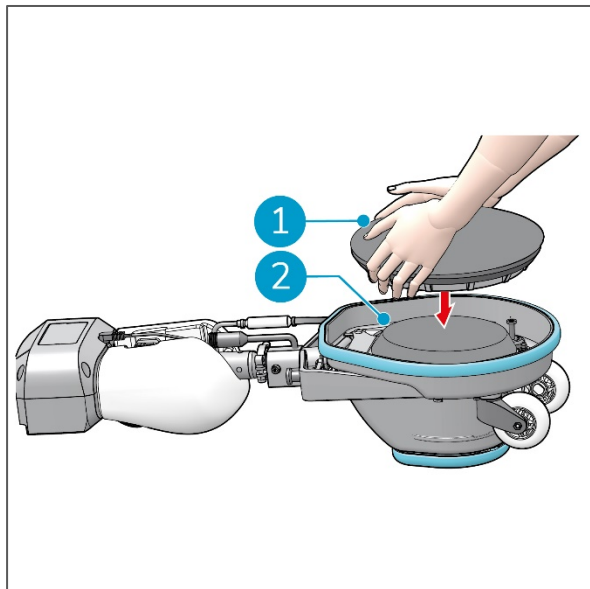

Figura 17
2. Appoggiare i-scrub sul lato posteriore con il manico sul pavimento (Figura 17).
4. Posizionare il supporto del disco (Figura 17, pos 1) sulla vaschetta del supporto (Figura 17, pos 2).